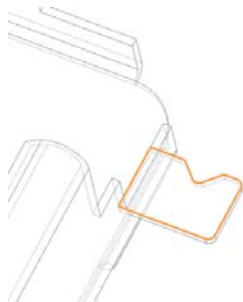

图 2-85 选择草图工作平面
(2) 单击“绘制截面”按钮，在视图区选择草图工作平面，如图 2-85 所示。